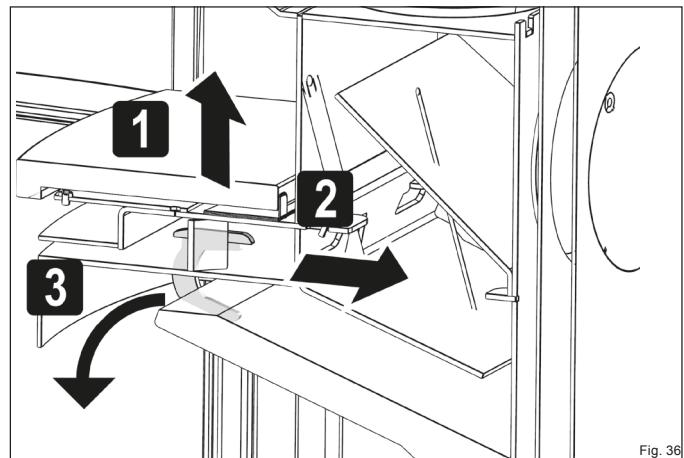

Fig. 36
- Ouvrez les deux butées de pierre thermique supérieure (Fig. 36).